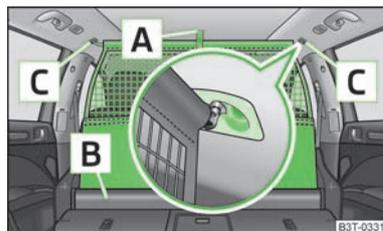

Fig. 80
- Accertarsi che la barra trasversale sia inserita negli alloggiamenti **C** » fig. 79o » fig. 80 in posizione anteriore!
- › Tirare la rete di separazione dalla linguetta **A** » fig. 80 estraendola dall'alloggiamento **B**.